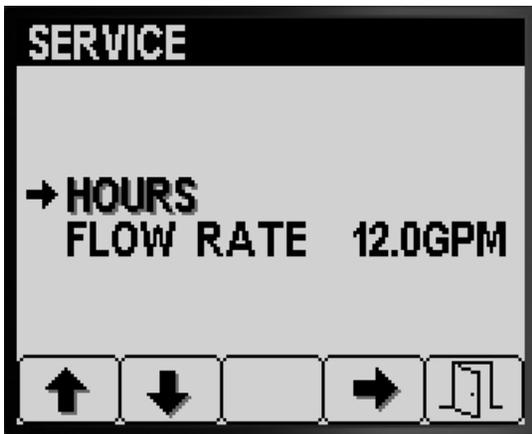

图 80
1. 按 Service 维护屏幕上的 1 号或 2 号按钮直至到达 HOURS 时数 选项图 80。
2. 按 4 号按钮可选择 Hours 时数条目图 80。